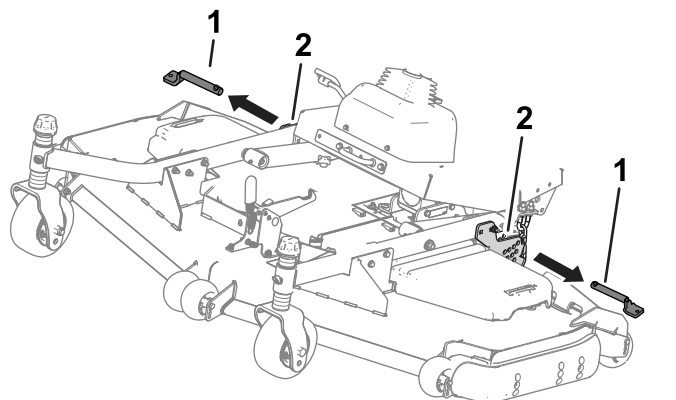

Figure 36
4. Retirez les goupilles des plaques de hauteur de coupe (Figure 36).